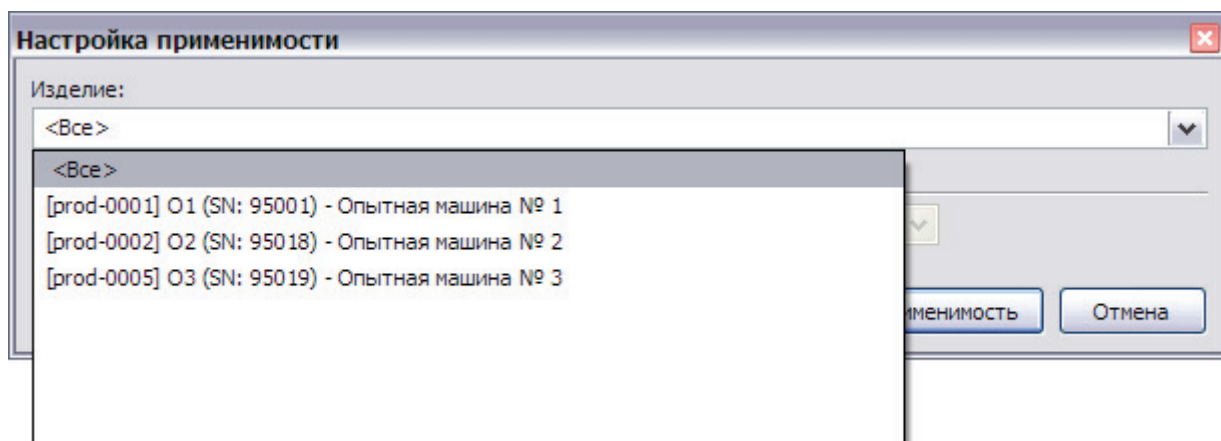

Рис. 3.103
2. Из раскрывающегося списка поля **Изделие** выберите экземпляр изделия «Опытная машина №2» (Рис. 3.103). В списке представлены данные справочника экземпляров изделий.